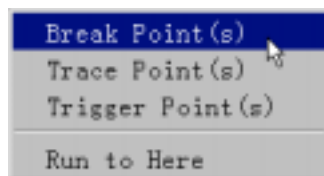

图 20
5. 设置断点（Break）运行方式 在调试长程序的过程中，我们可以控制连续运行那些简单的或者已调通的程序片段，而控制单步运行那些复杂的或者待调的程序片段。这样就可以将连续运行方式和单步运行方式的优势结合起来交替使用。还有的时候，希望执行一个程序片段之后暂停下来，观察各寄存器变量的值，以便分析中间结果。这些均可以通过在程序的预定行上设置断点的方法来实现。可以说，设置断点是控制程序运行过程的另一种有效方法。一种最简便的设置断点的方法是，首先确保当前窗口为源程序观察窗，再用鼠标右键点击该窗口中计划设置断点的源程序语句行。这时会弹出一个如图 20 所示的按钮菜单，从中选择 **Break Point(s)** 断点选项即可。在源程序窗口中设有断点的语句行将以红色显示，以区别于其他语句行。用这种方法可以在同一程序中设置多个断点。消除某一语句行上所设断点的操作方法是，用右键点击该语句，在弹出的按钮菜单中再次选择 **Break Point(s)** 断点选项即可。